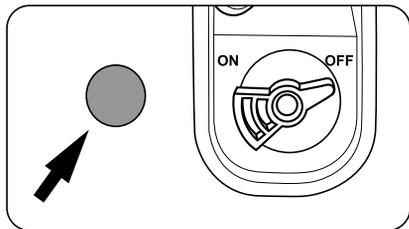

рис. 8
Ручной топливный насос (22) (рис. 8) предназначен для принудительной подачи топлива в карбюратор.